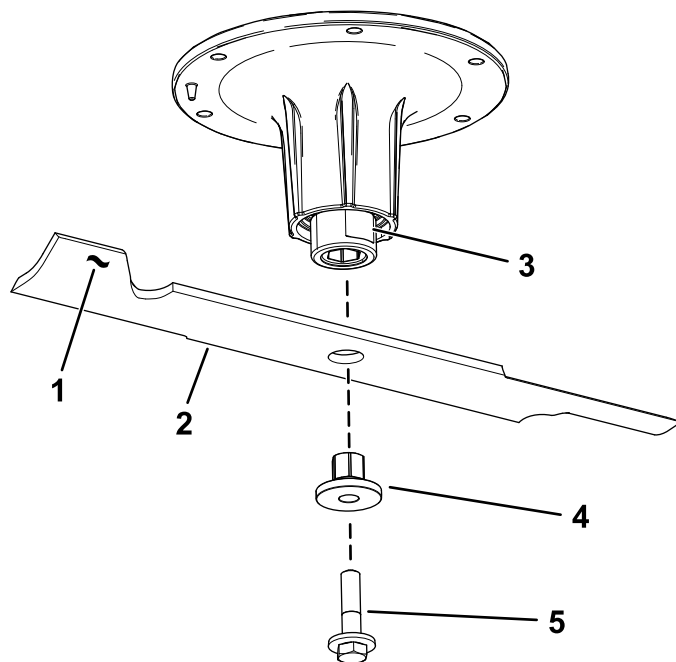

Рисунок 82
2. Снимите болт ножа, втулку и нож с вала шпинделя (Рисунок 82).